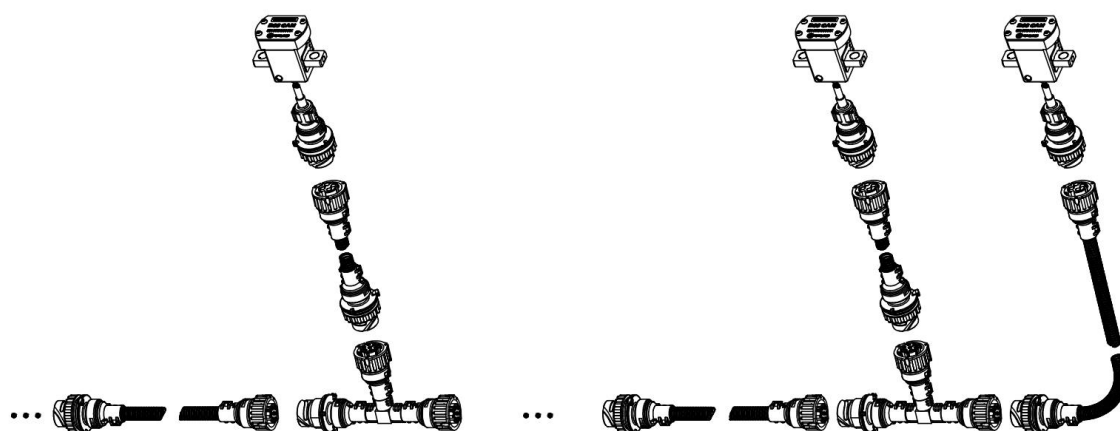

рис. 4.2. Использование тройников T-Cable
- При подключении нескольких контроллеров можно использовать специальные кабели-разветвители euosens T-Cable (рис. 4.2).